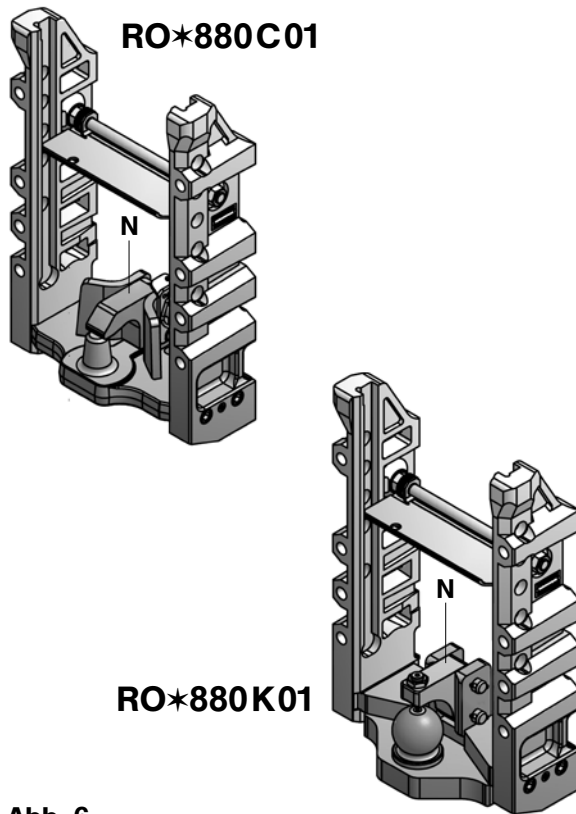

Abb. 6
- Niederhalterklinke (**N**) auf Kugel/Piton setzen (s. Abb. 6)